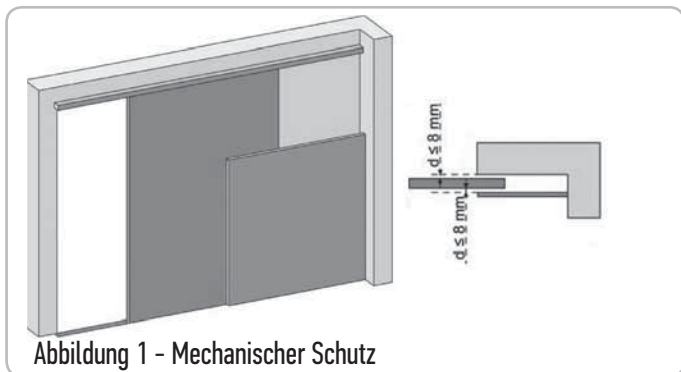
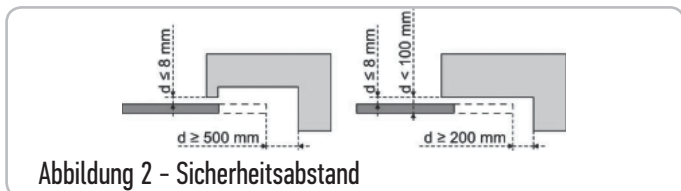

Abbildung 1 - Mechanischer Schutz
Abbildung 2 - Sicherheitsabstand
ZONE 2 Quetschgefahr an einem angrenzenden festen Bauteil	Hindemiserkennung durch den Antrieb. Es muss unbedingt geprüft und festgestellt werden, dass die Grenzwerte der Betriebskräfte und Reversierungszeiten gemäß Anhang A der Norm EN 12 453 eingehalten sind. Schutz durch eine mechanische Vorrichtung (siehe Abbildung 1) oder durch Sicherheitsabstände (siehe Abbildung 2)
2.1 Lieferumfang - Abb. 1
2.2 Anwendungsbereich - Abb. 2
Torart (Abb.2)